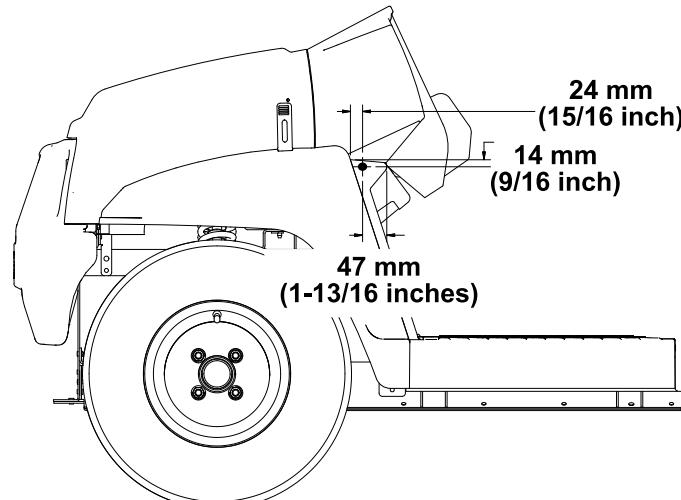

図2
2. 機体の左右のフットボードの外側の、図2に示された寸法位置に、直径 8 mm の穴を 1ヶ所開ける。